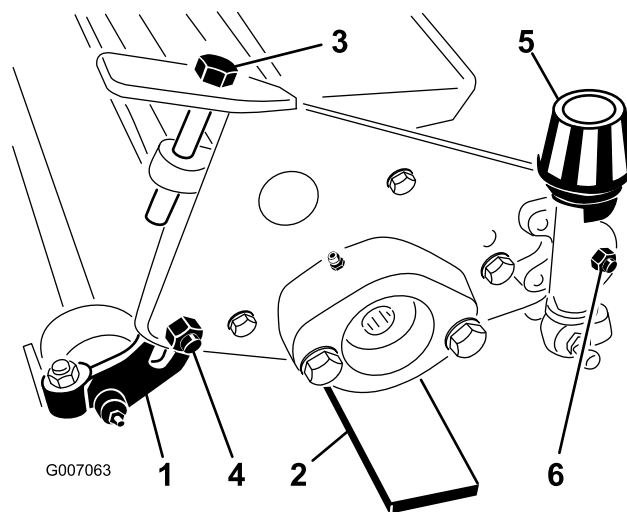

Figura 2
2. Afloje las (2) contratuercas de los pernos de cuello cuadrado que sujetan los soportes de las ruedas traseras al bastidor de la escarificadora (Figura 2).
4. Gire los tornillos de ajuste en cada extremo de la unidad escarificadora de forma que los soportes de las ruedas traseras se eleven a la posición más alta posible (Figura 2). Apoye las ruedas traseras